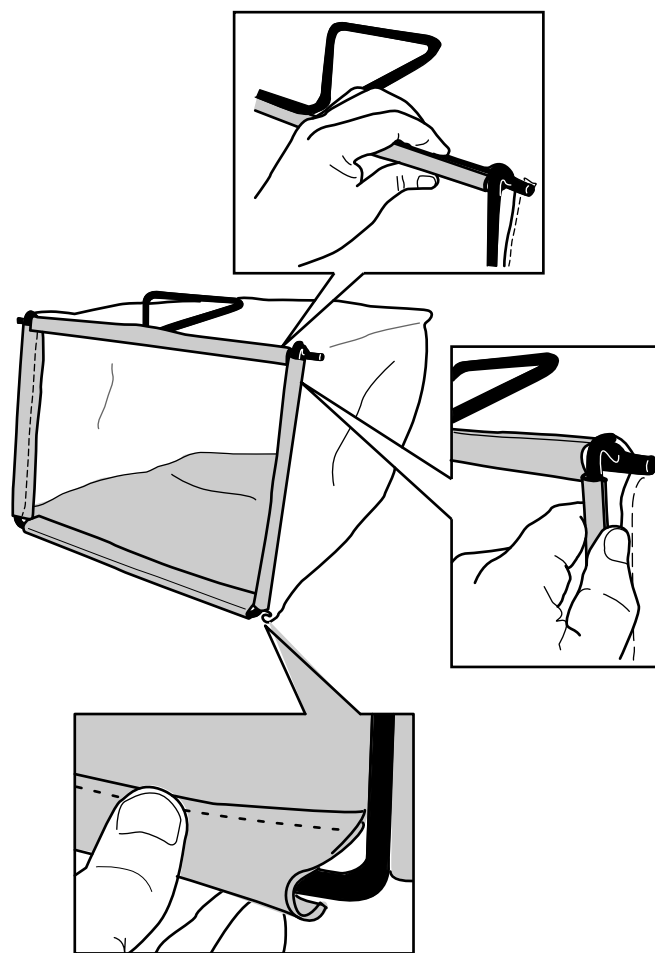

Figure 8
2. Accrochez la glissière inférieure du bac au bas de l'armature (Figure 8).
3. Accrochez la glissière supérieure et les glissières latérales du bac au sommet et sur les côtés de l'armature respectivement (Figure 8).